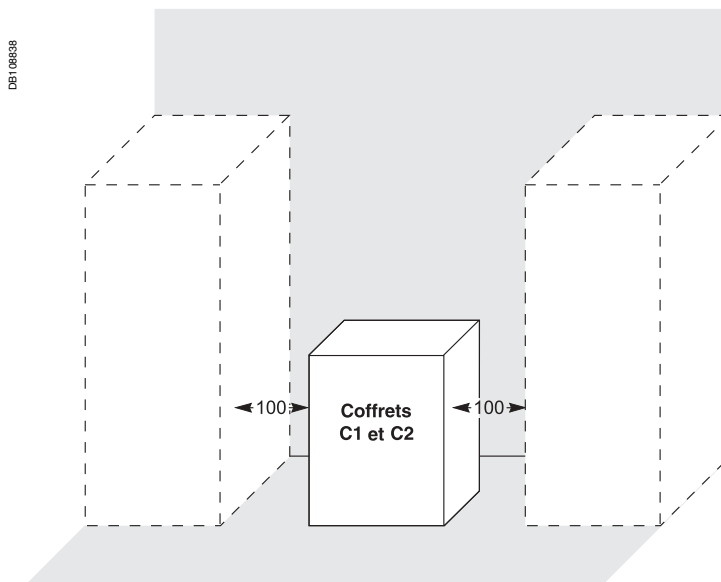
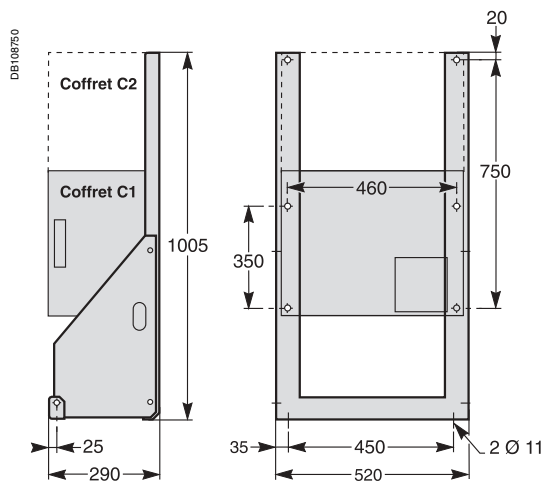

Fig. 2 : coffrets C1 et C2.
Fig. 3 : socle pour fixation des coffrets au sol réf. 52671.
- les coffrets au mur ou sur un socle (fig. 3), laisser un espace de 10 cm entre le coffret et un autre équipement (voir page 3, fig. 2).